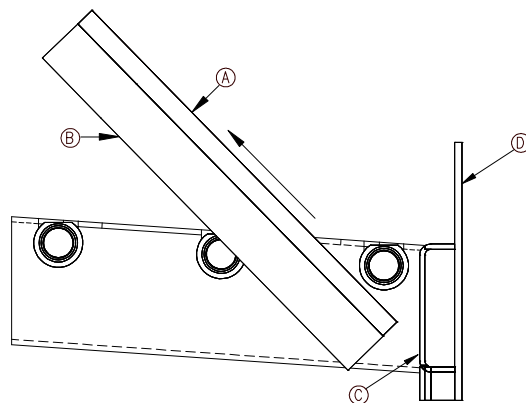

Figure 3.4a
1. Superposez les panneaux de déflecteur (A) et les panneaux de vermiculite (B) l'un sur l'autre tel qu'indiqué à la figure 3.4a .